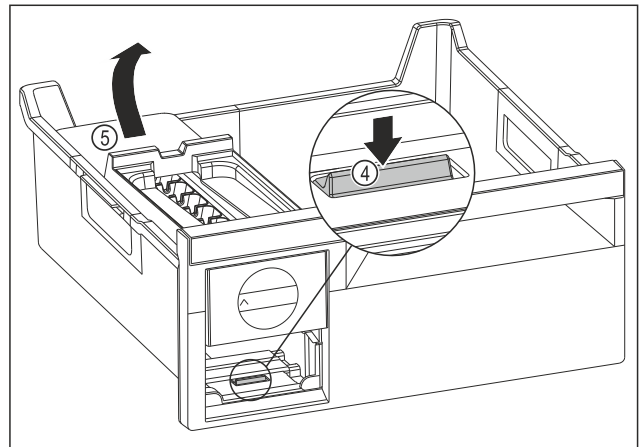

Fig. 242
- Estrarre il corpo dell'EasyTwist-Ice: Con un dito spingere la linguetta Fig. 242 (4) verso il basso e allo stesso tempo, con l'altra mano, sollevare il corpo dell' EasyTwist-Ice Fig. 242 (5) da dietro.